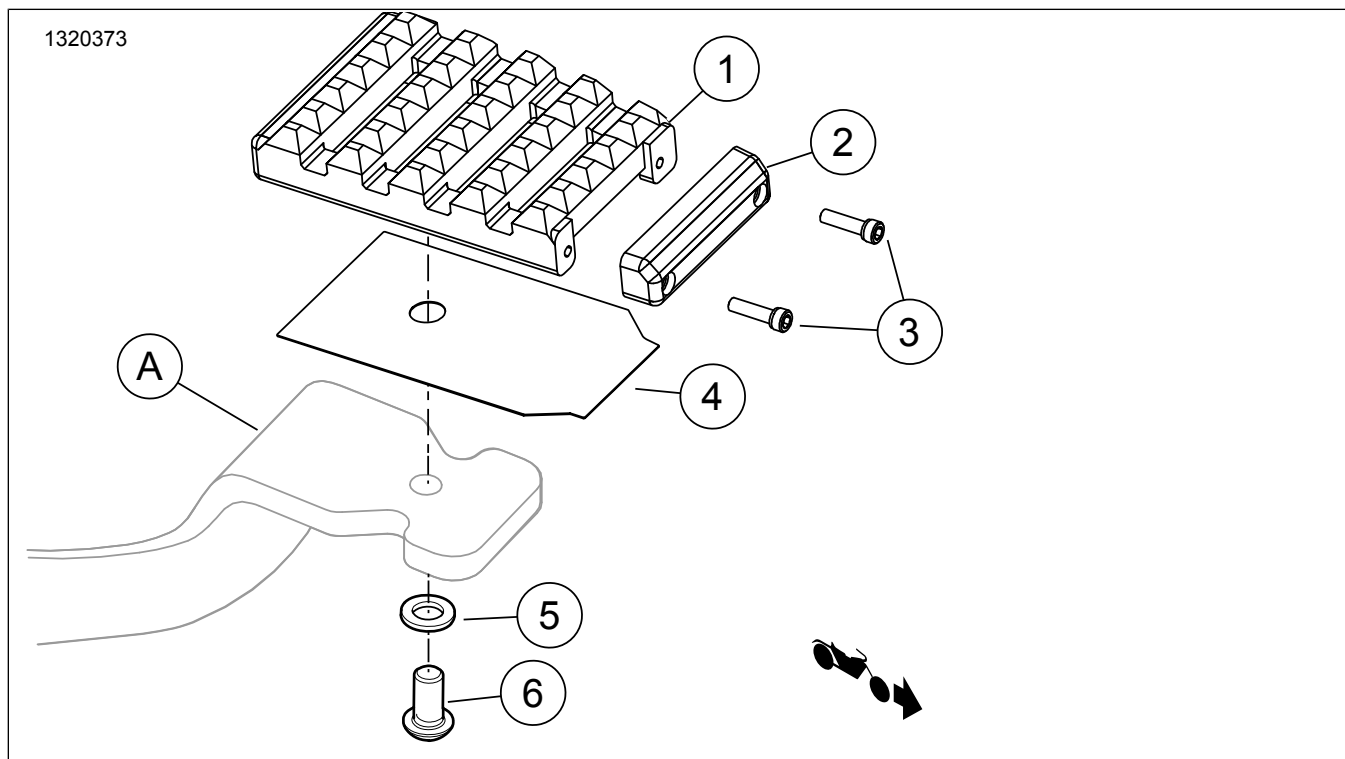

Figura 1. Conteúdo do kit: Componentes de almofada de pedal de travão
1. Ver Figura 1 . Alinhe e deslize a **nova** almofada do pedal de travão (1) e insira (4) sobre a extremidade da alavanca de freio de pé (A).
2. Monte a anilha lisa (5) e o parafuso (6).
3. Enrosque o parafuso (6) através do furo na alavanca de travão de pé (A) e na parte de trás da almofada de pedal de travão (1). Aperte.
1. Ver Figura 1 . Retire os parafusos (3).
2. Substituir a guarnição ou pega de uso (2), conforme aplicável.
3. Aplique uma gota de bloqueio de rosca aos parafusos (3).